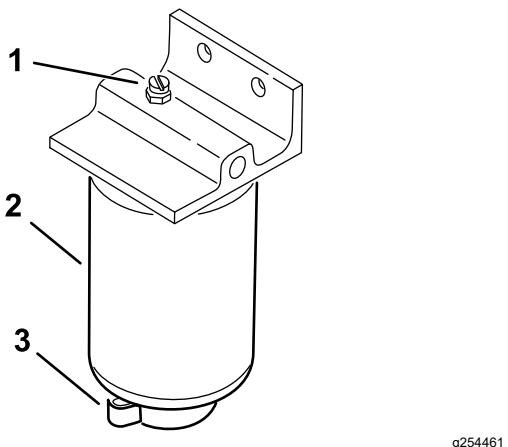

Figura 37
- Aprite il tappo di spurgo del filtro e la valvola di sfiato (Figura 37).